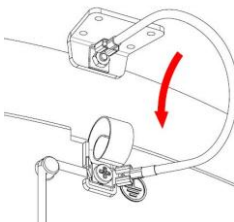

Figura 8
- Conectar el cable de tierra suministrado por un extremo a la patilla superior de la carcasa y por el otro al terminal de tierra de la base, tal y como se muestra en la figura 8.